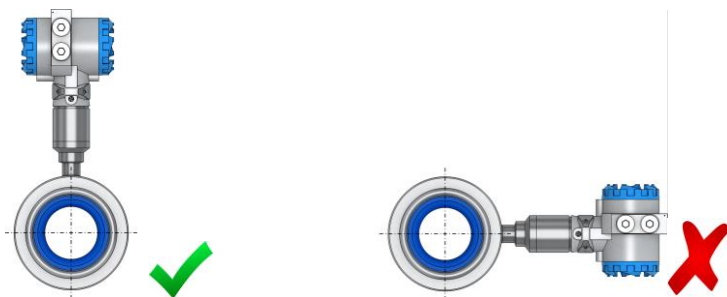

Рисунок 3.6 - Монтаж расходомера в горизонтальном трубопроводе
3.1.4.7 Монтаж ППР в горизонтальный трубопровод выполняется перпендикулярно продольной оси трубопровода. Расходомер должен быть расположен вертикально¹ (рисунок 3.6).